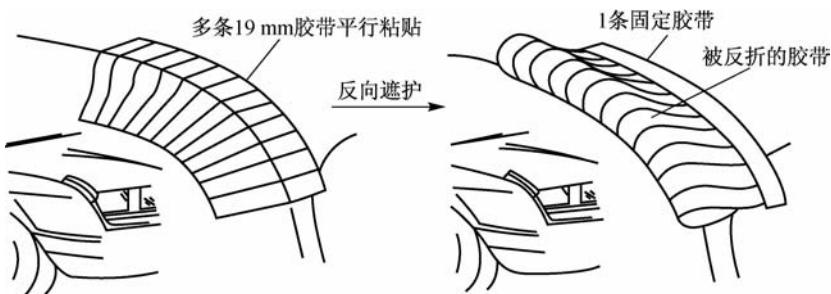

图 8-73 曲面流线的反向遮护
(7)曲面的遮护。沿一个曲面流线型边缘进行遮护时,必须使用胶带纸。首先把19 mm宽的胶带以正确的角度分别粘贴到流线型边缘上。每条胶带长10~13 mm,胶带与胶带之间应有足够的重叠量,整个胶带的粘贴边缘应形成一个与流线型边缘相平行的曲线,然后把胶带条反折,应从最后一条胶带开始,并保证有一个正确的弧度,最后用固定胶带把所有反折过来的胶带端粘贴固定,如图8-73所示。